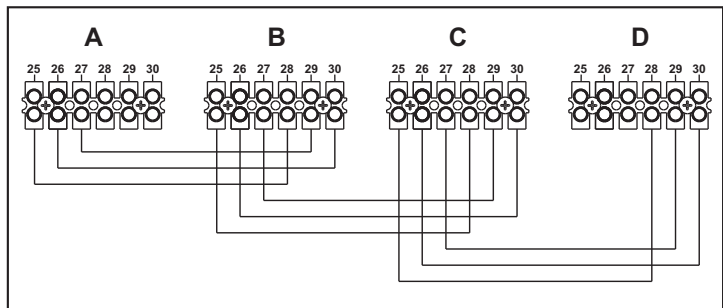

fig. 32 - Collegamento in cascata
1. Collegare i moduli come mostrato in fig. 32 (esempio con 4 moduli)
Se questo non avviene, togliere alimentazione elettrica e controllare il cablaggio in fig. 32.